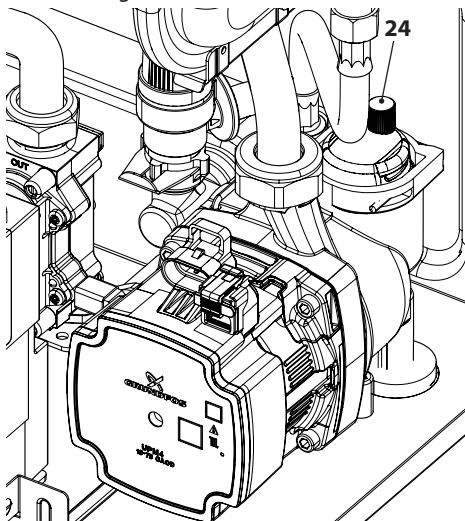

Figura 6.3
- Svitare il tappo della valvola di sfato automatica 24 in Figura 6.3.